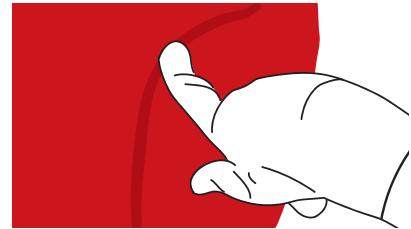

Figure 23
- › Marquer les contours de la pièce à l'aide de la main (gantée). (FIG. 23)